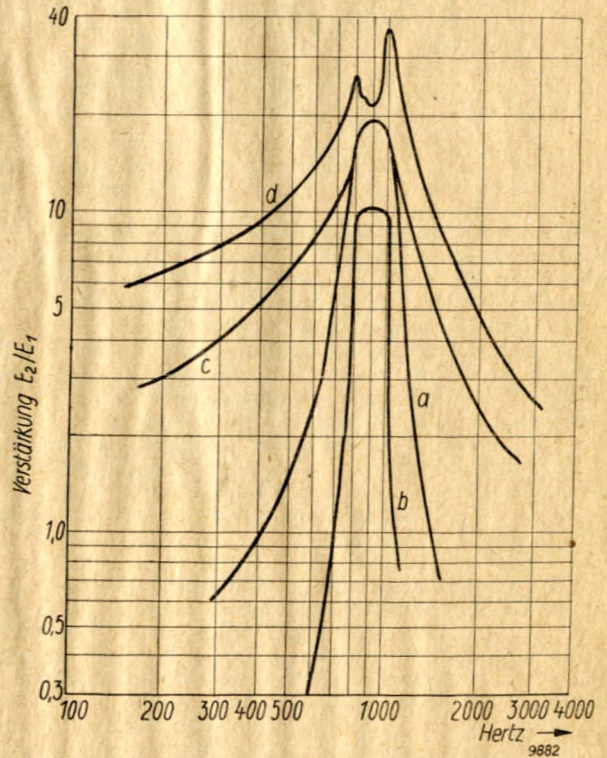
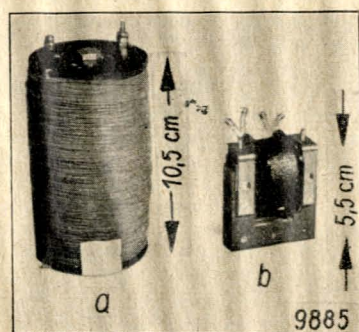

Abb. 26.
Abb. 29. Selbstinduktionen für Niederfrequenz-Filterverstärker mit und ohne Eisenkern.
gebildet. Zweckmäßigerweise wählt man $R_a = R_i$ und verdoppelt dementsprechend die Anodenspannung. $Z_a = Z_e = \beta$ gehen in (19) ein. Es wird einige Schwierigkeiten bereiten, die Spulen, Kondensatoren und Widerstände bei mehrgliedrigen Bandfilterketten genau abzugleichen. Deshalb sei hier über Messungen berichtet, die feststellen sollten, welchen Einfluß eine weniger genaue Dimensionierung der einzelnen Teile auf den Verlauf der Filterkurve hat. Es wurden Versuche an einer Bandfilterkette mit den Grenzfrequenzen 800 und 1000 Hz, also einer Kopfbreite von 200 Hz, gemacht. Eine Röhre vom Typ der RE 084 zeigte bei 110 V Anodenspannung und entsprechender Gittervorspannung 3,65 mA Anodenstrom, besaß also ein $R_i = 30\,000$ Ohm. Es wurde nun ein gleichgroßer Widerstand R_a in den Anodenkreis gelegt und die Anodenspannung auf 220 V erhöht. Z_a war jetzt wie auch $Z_e = 15\,000$ Ohm. Diesen Wert als β in (19) eingesetzt ergeben: $L_1 = 0,298$ Hy, $C_1 = 0,085$ μ F = 76 500 cm, $C_2 = 0,01195$ μ F = 10 750 cm. Bemerkenswert sei, daß bei Verwendung hinreichender (!) Gittervorspannung selbst bei netzgeheizten Röhren der Gitter-Kathode-Widerstand der zweiten Röhre so groß gemacht werden kann, daß er Z_e praktisch nicht herabsetzt. Auch die Isolationswiderstände zwischen Gitter und Kathode liegen in einer Größenordnung, daß sie ohne Bedeutung für Z_e sind. (NB. Diese Tatsachen sind auch für die Hochfrequenzstufen eines Empfängers von Bedeutung, nicht aber für ein Audion mit Gittergleichrichtung, s. III. Teil.) — Wichtig war die Verwendung einer einstellbaren Drossel mit einem geringen Eigenwiderstand von nur 60 Ohm (s. Abb. 29 u. 30). Über die genaue Abgleichung von Bandfiltern wird noch berichtet. Wie machen sich nun Unregelmäßigkeiten in der Dimensionierung einzelner Teile schon bei eingliedrigen Ketten bemerkbar? Abb. 26 zeigt die erhaltenen Kurven. Kurve a gibt über die Siebwirkung
eines eingliedrigen, sehr gut angepaßten Filters Aufschluß, Kurve b gilt für ein entsprechendes zweigliedriges Filter. Mit der Anzahl der Kettenglieder steigt die Siebwirkung, aber die Verstärkung geht zurück. Für unsere Zwecke sind daher zweigliedrige Kettenleiter am besten geeignet. — Der Eigenwiderstand der Drosseln war bisher nur immer 60 Ohm. Die weiteren Messungen erfolgten an einer eingliedrigen Kette. Das Einfügen eines Widerstandes von 500 Ohm in den Kreis L_1 , C_1 hatte eine starke Abnahme der Flankensteilheit zur Folge (Abb. 26 c), die objektive Halbwertsbreite der Kurve — sofern man hier noch davon sprechen will — nahm zu. Nun wurde untersucht, welchen Einfluß eine schlechte Dimensionierung der Anpassungswiderstände auf das Frequenzdiagramm zur Folge hat. Es wurde hierzu Z_e in weitesten Grenzen verändert. Dabei wurde ersichtlich, daß bei eingliedrigen Ketten Schwankungen um ca. $\pm 10\%$ des Ohmwertes — Toleranz guter Fabrikate — für die Zwecke des Amateurs ohne Einfluß sind. Wurde Z schließlich um 100% oder mehr seines ursprünglichen Betrages vergrößert, so wurden Kurven nach Art von Abb. 26 d gemessen. Der Wirkungsgrad — die Verstärkung — steigt zwar an, dabei läßt aber die Flankensteilheit nach und die beiden Grenzfrequenzen werden in der Verstärkung bevorzugt. Kommt noch eine größere Ungleichheit der Kondensatoren C_2 hinzu, so kann der Bandfilterkopf weitere Unebenheiten aufweisen. Eine genaue Dimensionierung der Selbstinduktionen und Kapazitäten ist für einen steilen und homogenen Verlauf des Frequenzdiagramms nicht allein maßgebend, vielmehr muß der Eigenwiderstand der Spulen klein sein, und die Anpassungswiderstände sollen eine Toleranz von $\pm 20\%$ nicht überschreiten. Der Einfluß einer weniger guten Anpassung verschwindet mit wachsender Kettengliederzahl rascher als der Einfluß einer verlustreichen Selbstinduktion. Bei Verwendung einwandfreier Spezialdrosseln ist es nur eine Frage der Meßgenauigkeit, um Kopfbreiten von 100 Hz oder 50 Hz und weniger bei nahezu rechtwinkliger Flankensteilheit zu erhalten. Es besteht also die Möglichkeit, durch Erhöhung der Selektivität der Empfangsgeräte ein Vielfaches der bisherigen Senderzahl störungsfrei (!) unterzubringen.